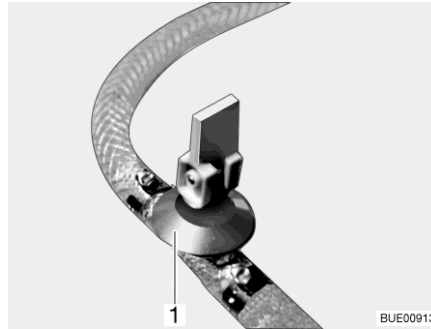
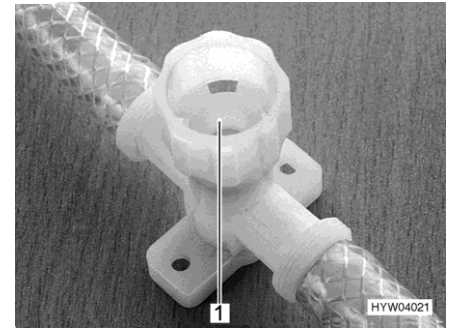

Fig. 256 Llave de desagüe (con balancín)
Fig. 257 Llave de desagüe (con tapa giratoria)
- Abrir todas las llaves de desagüe. Para esto, poner el balancín de la llave de desagüe (Fig. 256,1) en posición vertical o girar la tapa de la llave de desagüe (Fig. 257,1) en sentido contrario a las agujas del reloj.